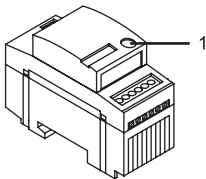

Fig. 5
Die nachfolgenden Dimmerfunktionen werden durch unterschiedliche Betätigungszeiten der Funktions-Taste (siehe Fig. 5) aktiviert.
- Den gewünschten Helligkeitswert durch Drehknopf oder Taster einstellen. Dann kurz die Funktionstaste (Fig.5) drücken.